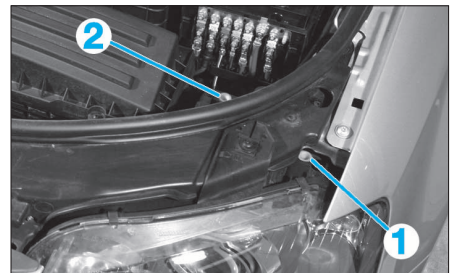

FIG. 8
- Pour le réglage en hauteur, tourner les vis de réglage (1) et (2) du même nombre de tours (Fig.8).
- Pour le réglage latéral, tourner la vis de réglage (2).